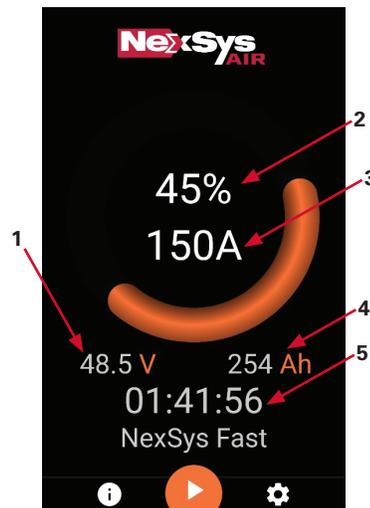

Abbildung 8
Abbildung 8: Während das Ladegerät lädt, werden auf dem Display verschiedene Ladeparameter, wie Batteriespannung (1), Ladestatus (SoC) in Prozent (2) und als dynamische, orangefarbene und zunehmend kreisförmige Darstellung, aktueller Ladestrom des Ladegeräts (3), eingeladene Ah (4) und die bisherige Ladezeit (5), angezeigt.